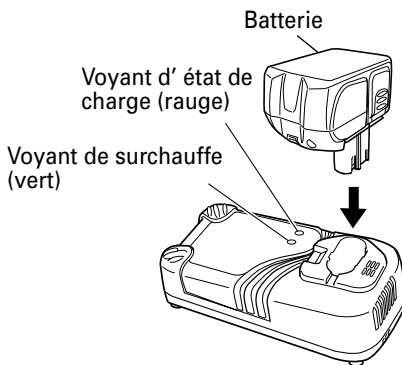

Fig. 4
2. Insérer la batterie dans le chargeur de batterie. Insérer la batterie dans le chargeur de batterie comme indiqué à la Fig. 4. Bien s'assurer qu'elle touche le fond du chargeur de batterie.